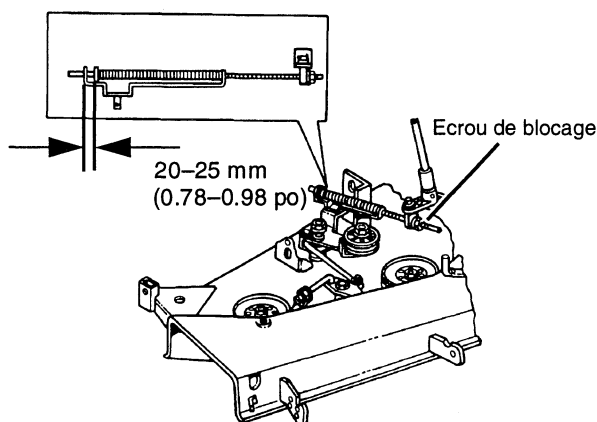

FIGURE 35
- Mesurer la distance entre le support et la rondelle sur la tige de tension (voir Fig. 35).
IMPORTANT: Ne pas tenter de desserrer l'écrou de blocage (voir Fig. 35) sur la tige de tension sans utiliser une clé adéquate pour soutenir le dispositif d'ajustement.